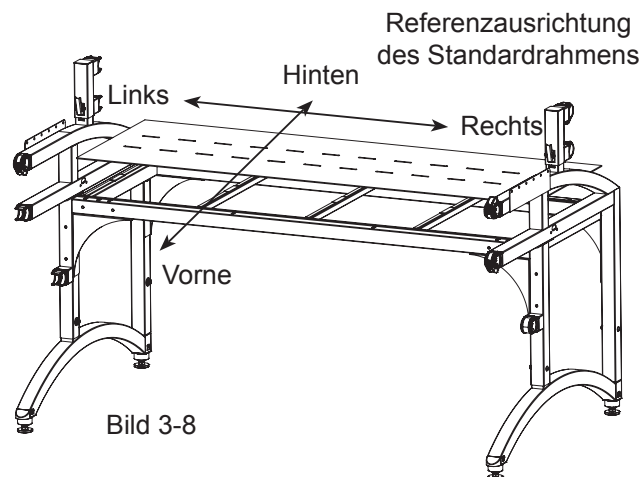

Bild 3-8
**3-2-C :** Legen Sie das Tischoberflächenpanel auf die Tischkonstruktion. Richten Sie die Tischoberfläche so aus, dass beide Seiten gleichmäßig auf der Tischkonstruktion liegen. Siehe Bild 3-8.